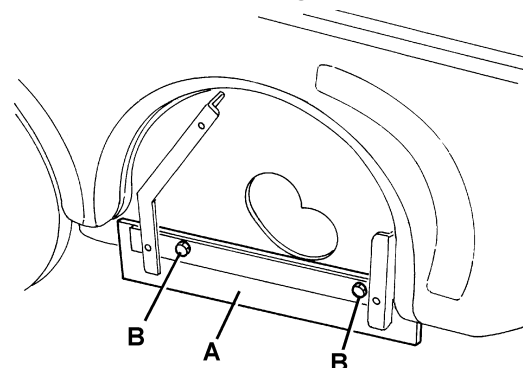

Abbildung 20
9. Den Hauptkehrwalzenriemen (57) aus der Scheibe (61) entfernen und um die Arbeit zu vereinfachen, die Scheibe (61) durch Betätigen von Hand an den Lüfter (64) drehen.
10. Die Schrauben (25) lösen und den rechten Deckel (24) zusammen mit dem Riemen (57) entfernen.
11. Die Höhe des Flaps (A, Abb. 20) durch die Langlöcher (B) einstellen.